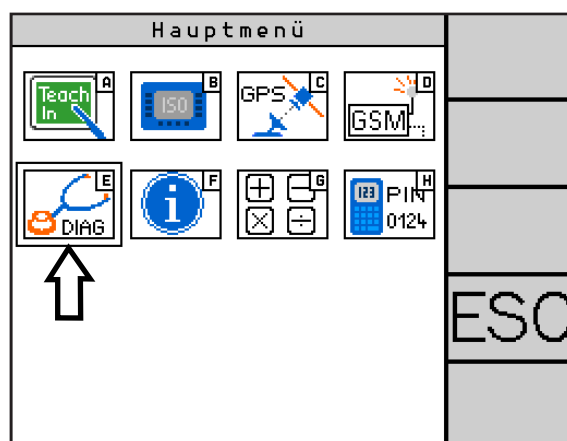

Abb. 114: Diagnose aufrufen
Wählen Sie im Hauptmenü „DIAG“ (E) (siehe Abb. 114), um die Diagnose zu öffnen.